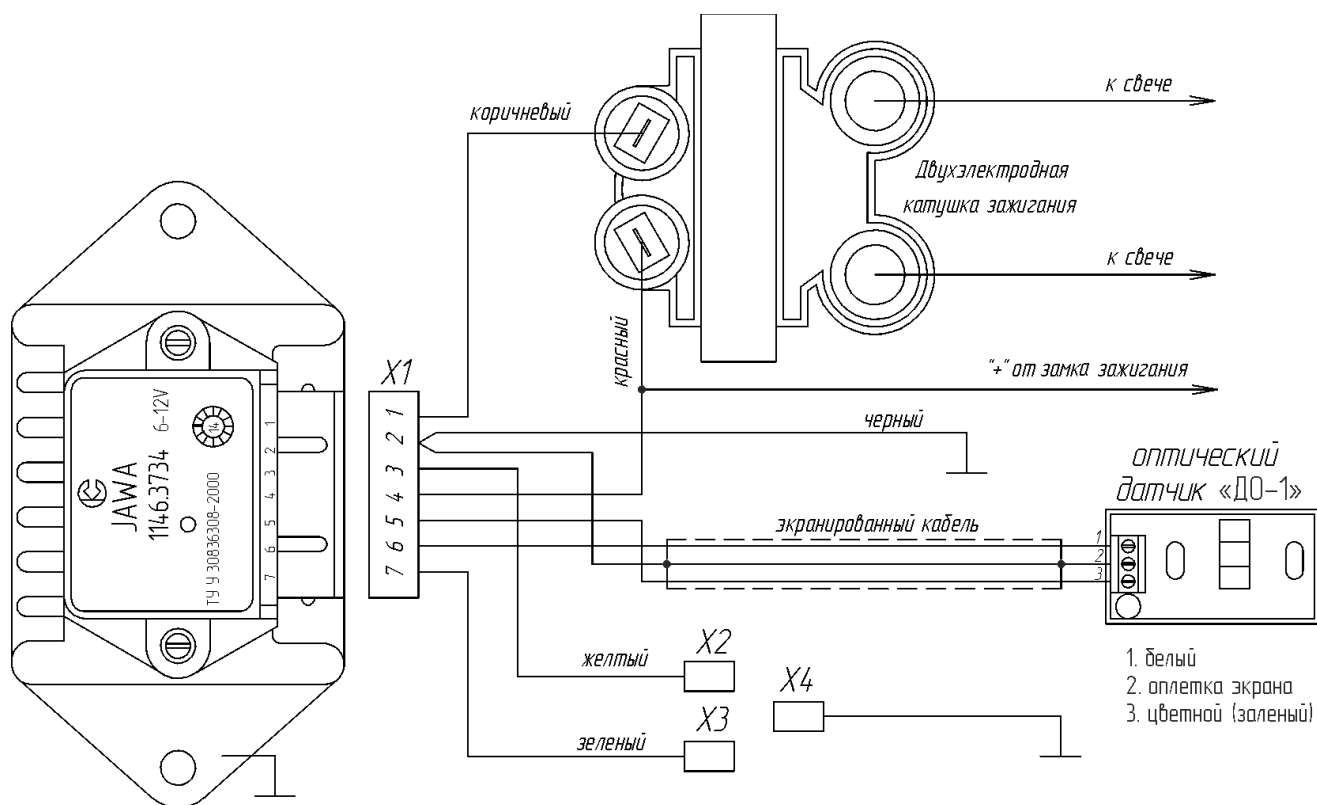

Рис. 1. Схема установки МПБСЗ на мотоциклы.
4.11. Установите на мотоцикл двухэлектродную (автомобильную) катушку зажигания (3012.3705, 4412.3705, 406.3705, 3022.3705) и высоковольтные провода с распределенным сопротивлением (любые силиконовые автомобильные). Установите зазор между электродами свечей 0,7 - 0,8 мм. Присоедините коричневый провод (контакт 1 X1) к одному из контактов катушки, присоедините ко второму контакту катушки зажигания красный провод (контакт 4 X1), к этому же контакту (проводу) присоедините провод «+» от замка зажигания (См. рис.1).